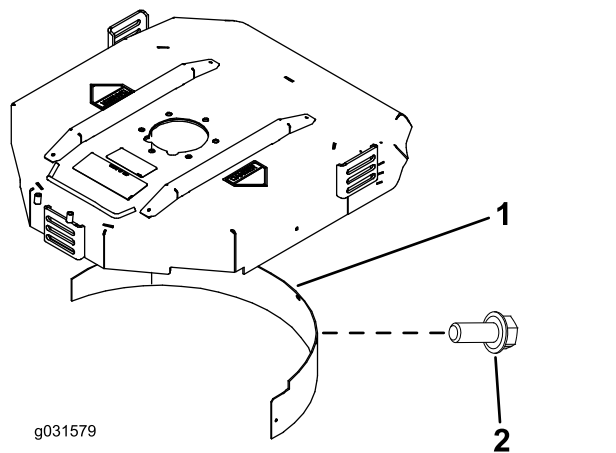

Figure 20
2. Montez le déflecteur de mulching dans l'ouverture arrière et fixez-le avec 5 boulons à embase (Figure 20).